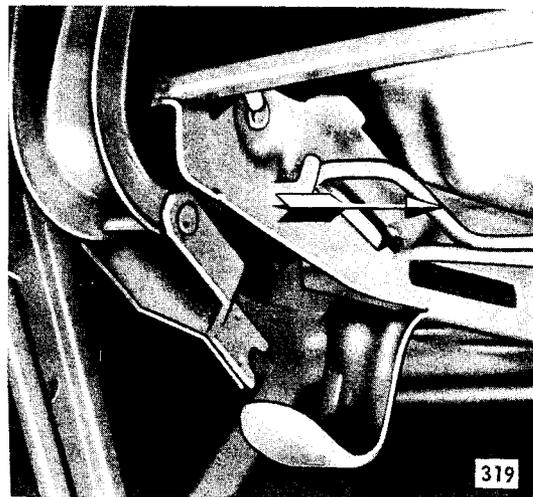

Bild 150 - Feder aus Scharnier herausnehmen
- Feder zurückschwenken, bis sie gemäß Bild 150 aus dem Scharnier herausgenommen werden kann.